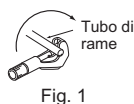

Fig. 1
- 1) Tagliare il tubo di rame in modo corretto con un taglia-tubi. (Fig. 1, 2)